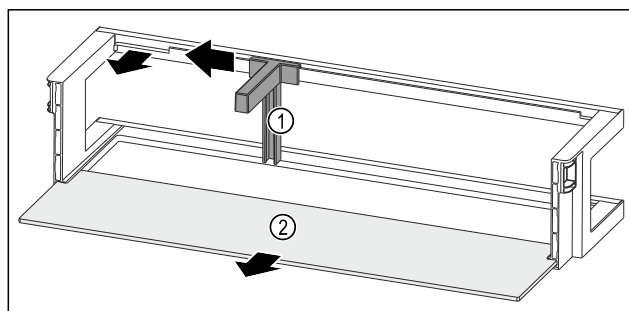

Fig. 249 Polica u vratima s držačem boca i policom za odlaganje
- Držać za boce Fig. 249 (1) pogurnite do otvora na stranu.
- Izvadite držač za boce Fig. 249 (1).
- Izvadite policu Fig. 249 (2).